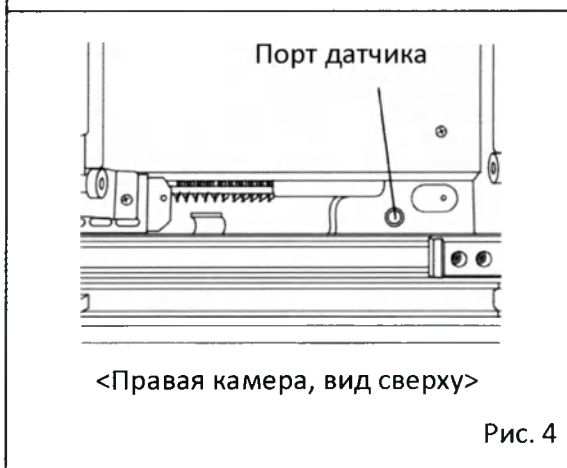

Рис. 4
6. Выньте изоляцию из порта доступа и проведите датчик регистратора в камеру через порт датчика из места установки регистратора температуры (Рис. 4).